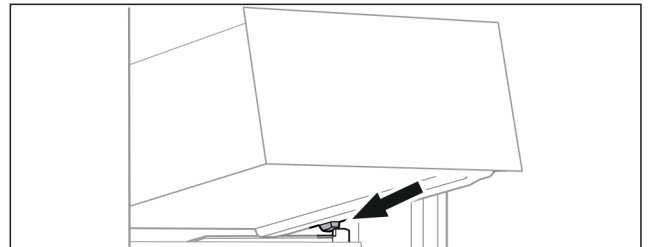

Fig. 98
- ▶ Sätt utdragslåda i vinkel på behållarens galler bakom de bakre stopplackarna. (se Fig. 98)